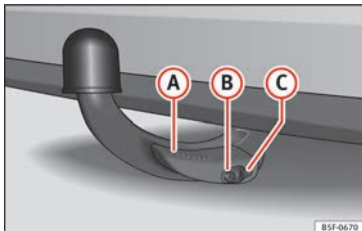

Fig. 185 Boule amovible fixée correctement
- Le levier **(A)** » fig. 185 est totalement relevé.
- La broche de déverrouillage **(B)** » fig. 185 ressort complètement (sa partie rouge et verte est visible).
- Le cache **(C)** » fig. 185 est mis en place sur la serrure.